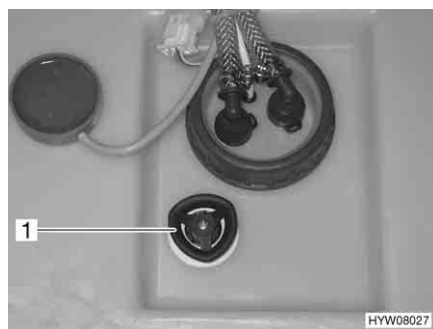

Fig. 107 Serbatoio dell'acqua con maniglia girevole
- Sul serbatoio dell'acqua, ruotare la maniglia girevole (Fig. 107,1) in senso orario fino all'arresto.
- Sul serbatoio dell'acqua, ruotare la maniglia girevole (Fig. 107,1) in senso antiorario fino all'arresto. L'acqua fuoriesce fino a ca. 20 litri.
- Sul serbatoio dell'acqua ruotare la maniglia girevole (Fig. 107,1) in senso antiorario, oltre la resistenza verso l'esterno fino all'arresto, per aprire completamente l'apertura di scarico.